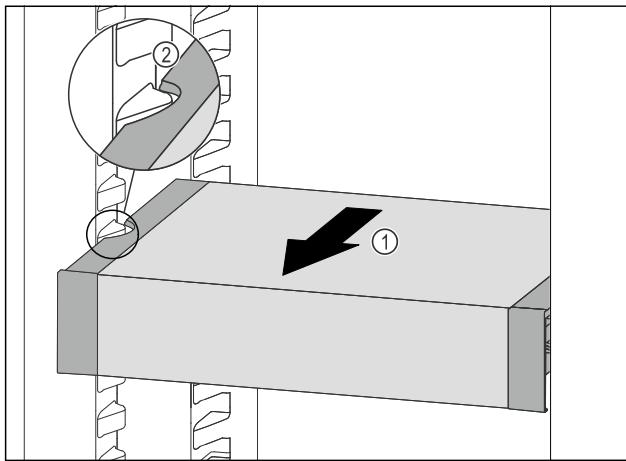

Fig. 87
- Тяните VarioSafe вперед Fig. 87 (1), пока боковые выемки VarioSafe не окажутся на высоте выступа резервуара для воды в холодильном отделении. Fig. 87 (2)